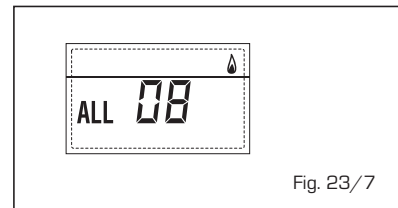

Fig. 23/7
**- ANOMALIA CIRCULAÇÃO ÁGUA "ALL 09" (fig. 23/8)**